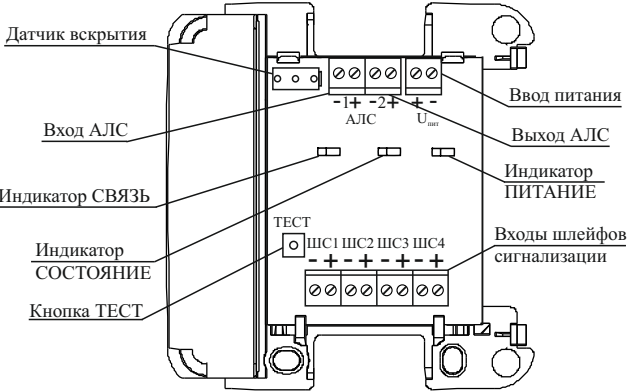

Рисунок 2
- Крышка имеет три окна для индикаторов СВЯЗЬ, СОСТОЯНИЕ и ПИТАНИЕ, расположенных на плате (рисунок 2).
- 5.3 В основании имеются вырезы для подвода проводов к клеммным колодкам, расположенным на плате. Внутри корпуса на основании расположена плата с электронными компонентами (рисунок 2).